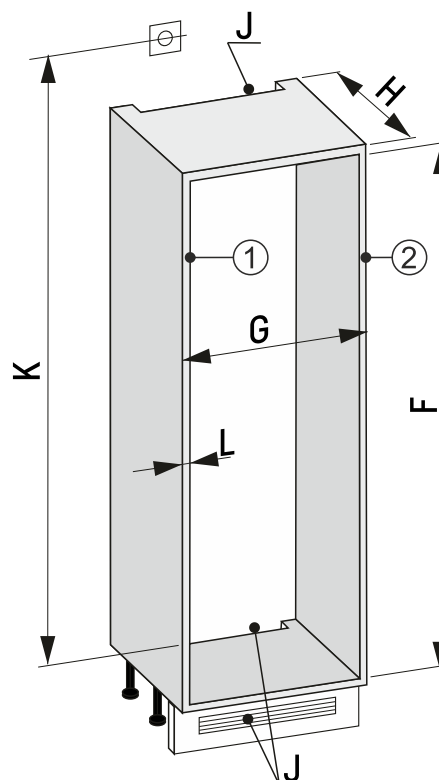

Fig. 86 30"-os fülke
- Mérje le a szekrény falvastagságát Fig. 86 (L).